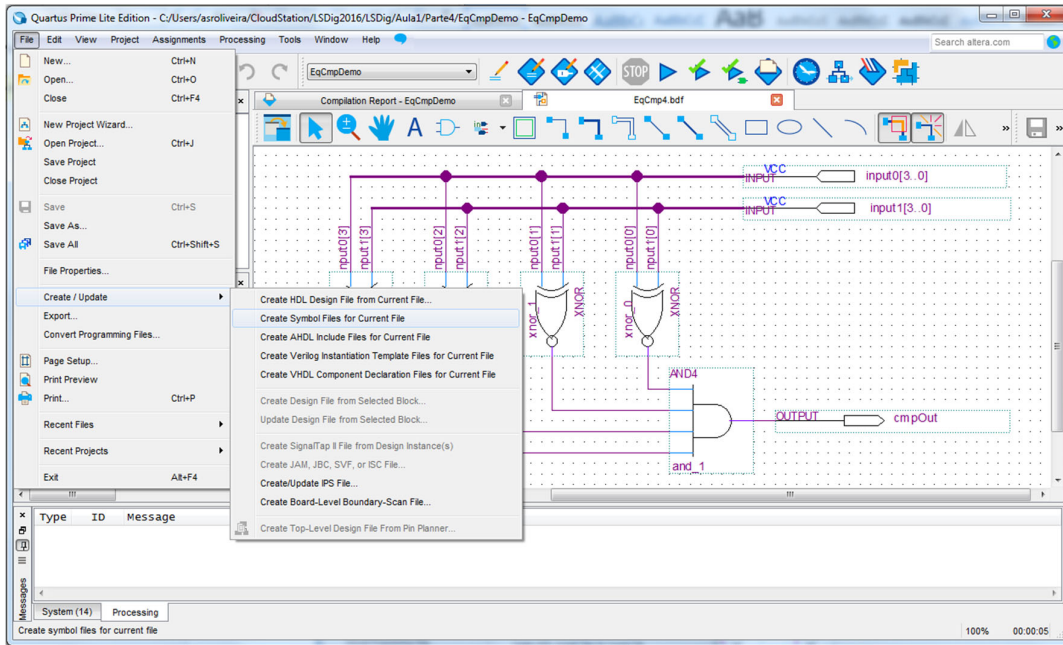
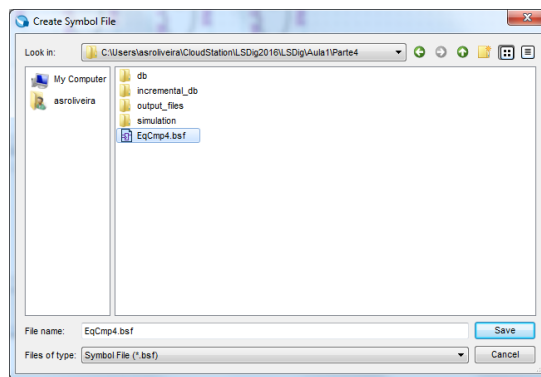

Figura 61 – Criação de um símbolo para o módulo “EqCmp4”.
Figura 62 – Gravação do ficheiro “EqCmp4.bsf” relativo ao símbolo do módulo “EqCmp4”.
3. Crie um símbolo para o módulo "EqCmp4", de forma a poder ser usado num diagrama esquemático, tal como ilustrado na Figura 61, e grave-o com o nome "EqCmp4.bsf" (Figura 62).